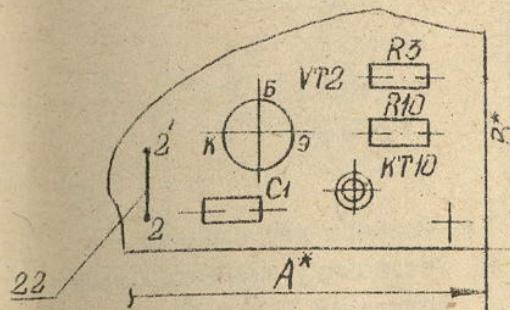

Рис. 4.1. Пример обозначения ЭРЭ на сборочном узле (поз. 22 - перемычка согласно спецификации)
- о маркировке: позиционных обозначений ЭРЭ, выводов применяемых разъемов, контрольных точек и т. д., заводском номере (шрифт и т. д.), штампе ОТК (см. рис. 4.1, рис. 4.2);
- о позиционных обозначениях деталей согласно спецификации на изделие (см. рис. 4.1, рис. 4.5);
9. Перемычки 1-1', 2-2', конденсатор С1 устанавливают при регулировании блока (см. рис. 4.1).
14. Остальная маркировка показана условно (см. рис. 4.1) (Может относиться к маркировке ЭРЭ и т. д.).